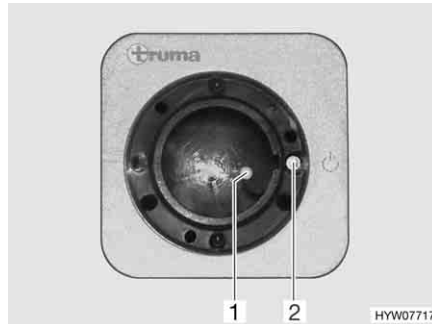
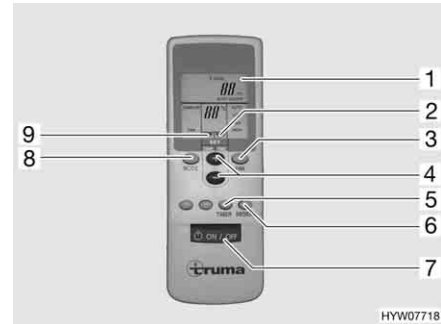

Bild 149 Mottagare
Bild 150 Fjärrstyrning
- Slå på fjärrstyrningen med brytaren (Bild 150,7). Den gröna kontrollampan (Bild 149,1) indikerar kylningsläge.
- Ställ in önskat driftläge med knappen (Bild 150,8).
- Ställ, vid behov, in önskad fläkteffekt och rumstemperatur med knapparna (Bild 150,3 och 4). Pilen (Bild 150,9) visar valt inställningsläge.
- ▷ På mottagaren finns det dessutom en knapp (Bild 149,2) med vilken klimatanläggningen kan slås på och av även utan fjärrstyrning. När klimatanläggningen slås på med denna knapp väljs automatiskt det driftläge som senast var inställt på fjärrstyrningen.
- Tryck på knappen (Bild 150,7) på fjärrstyrningen igen för att stänga av.
- Programmering: Slå på klimatanläggningen med knappen (Bild 150,7) på fjärrstyrningen.
- Ställ in önskat driftläge och rumstemperatur med knapparna (Bild 150,8, 3 och 4).
- Välj önskad funktion (Bild 150,1) med knappen (Bild 150,5):
- Välj önskad kopplingstidpunkt (1 till 15 timmar) med knapparna (Bild 150,4). Pilen (Bild 150,2) blinkar och visar inställningsläget.
- ▷ Med knappen (Bild 150,6) sänds fjärrstyrningens inställningar återigen till mottagaren.